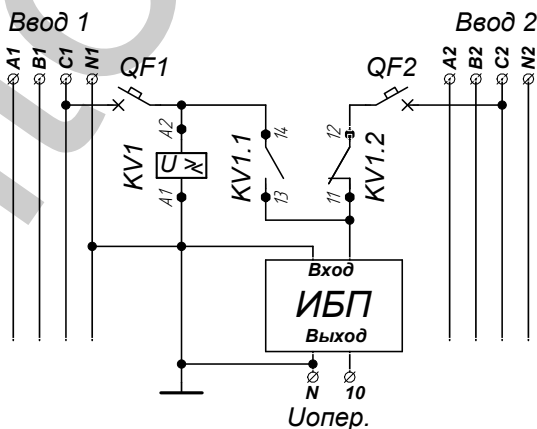

Рис. 6 Схема получения оперативного питания с использованием реле напряжения и UPS
5.5.2. Схема получения оперативного питания с использованием реле напряжения и источника бесперебойного питания (ИБП), рис.6.